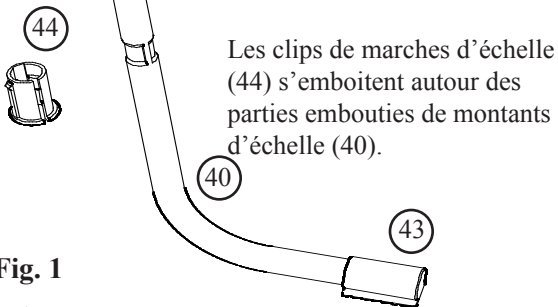

Fig. 1
1. Séparez les montants d'échelles (40) - deux montants à gauche et deux à droite. Voir au haut des montants : "L" pour gauche et "R" pour droite.
2. Avec précaution, ouvrez par son côté un clip de marche (44) juste assez pour le glisser du haut d'un montant "R" (40) jusqu'à la partie emboutie la plus basse, comme Fig. 1. La clavette du clip de marche doit être située vers l'intérieur du montant comme Fig. 2. Répétez avec le montant "L".